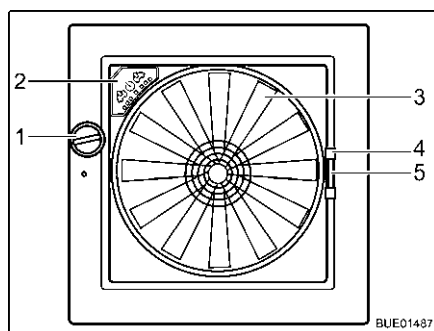

Bild 70 Taklucka Omni-Vent
**Öppna:** ■ Vrid på vredet (Bild 70,1) tills önskad öppningsvinkel har nåtts.
**Stänga:** ■ Vrid på vredet (Bild 70,1) tills takluckan är helt stängd.
**Stänga:** ■ Dra insektsskyddet i handtaget (Bild 70,4) till motstående ramsida.
- Tryck ihop mörkläggningsgardinens handtag (Bild 70,5).
- Fläkt** När takluckan är öppen kan kupén vädras med fläkten (Bild 70,3) i sex nivåer. Fläkten regleras via reglagen (Bild 70,2).